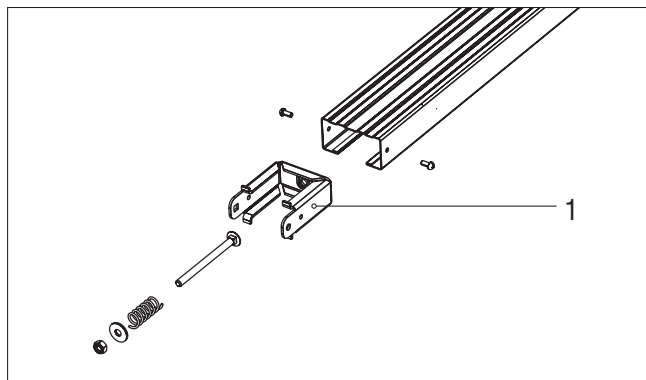

Рис. 1
2. Разберите механизм натяжения цепи поз. 1 (рис.1).